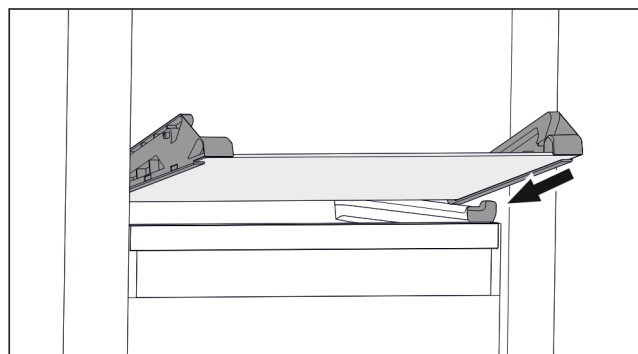

Fig. 67 Skleněná deska odklápěcí zásuvky
- ▶ Nasaďte skleněnou desku šikmo za zářátky. (viz Fig. 67)